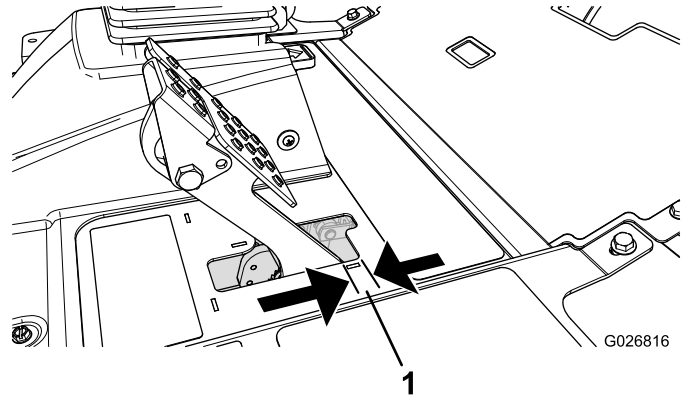

Bild 88
Stellen Sie die Bremsen ein, wenn das Bremspedal mehr als 2,5 cm Spiel hat, oder wenn die Bremsen nicht mehr gut genug greifen (**Bild 88**). Als Spiel gilt die Entfernung, die das Bremspedal zurücklegt, bevor ein Bremswiderstand spürbar ist.
2. Ziehen Sie die hintere Mutter an, um den Zug nach hinten zu bewegen, bis die Bremspedale ein Spiel zwischen 6,3 mm und 12,7 mm haben, bevor die Radsperre auftritt (**Bild 88**).